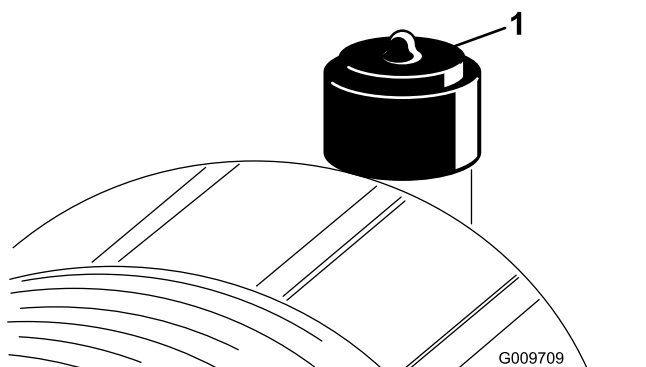

Figure 90
nécessaire (Figure 90). Changer le filtre à air prématurément ne fait qu'accroître le risque de contamination du moteur par des impuretés quand le filtre est déposé.
2. Réarmez l'indicateur de colmatage (Figure 90) s'il est rouge.